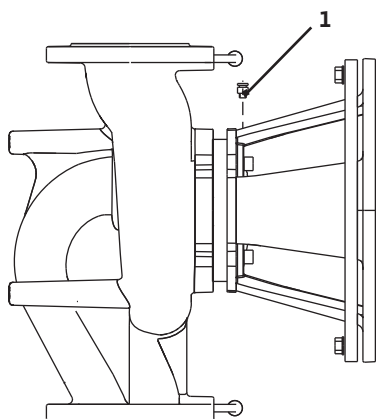

Fig. 38: Valvola di sfiato
- Scaricare completamente la pressione dalla pompa aprendo la valvola di sfiato (fig. 38, pos. 1).